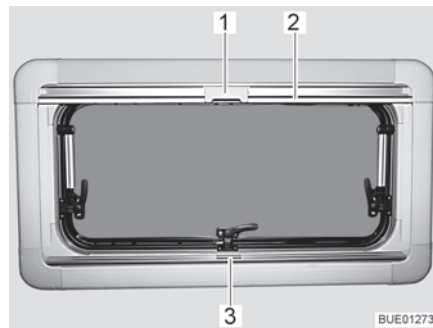

Fig. 74 Finestra apribile
- Afferrare la tendina oscurante pieghevole per la parte centrale della barra di presa (Fig. 74,3), tirarla dal basso verso l'alto e rilasciarla nella posizione desiderata. La tendina oscurante pieghevole rimane in questa posizione.
- Tirare la zanzariera a rullo accompagnandola con la barra di presa (Fig. 74,2) verso il basso, fino a quando la barra di presa non arriva a contatto con la tendina oscurante pieghevole (Fig. 74,3).
- Bloccare l'aggancio (Fig. 74,1) della zanzariera a rullo nella barra di presa della tendina oscurante pieghevole.
- Premere in alto all'indietro l'aggancio (Fig. 74,1) sulla zanzariera a rullo.
- Ricondurre lentamente la zanzariera a rullo accompagnandola con la barra di presa (Fig. 74,2).